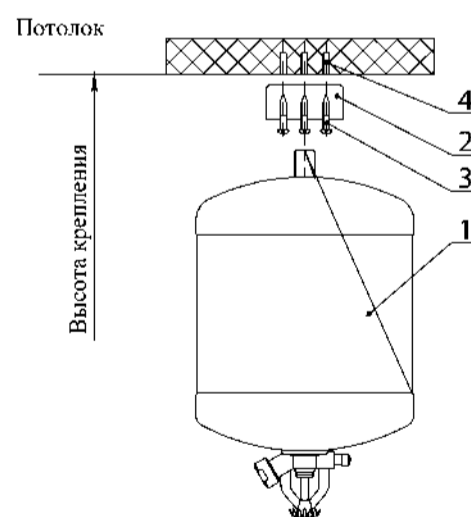

Рис. 4
9.2 Размещение модуля на потолке (рисунок 4)